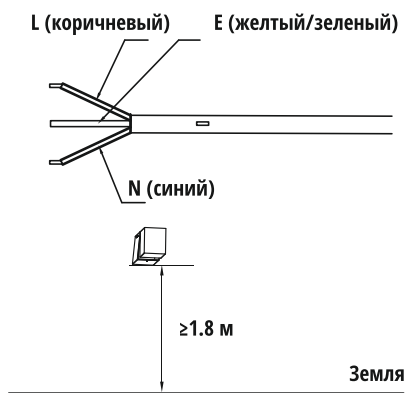

Рис. 3
3. Закрепите розетку питания на стене. Требования к источнику питания: однофазный, 250 Вт, три провода. Рекомендуется размещать розетку справа над водонагревателем. Расстояние розетки от земли должно быть не менее 1,8 м (см. рис. 3).